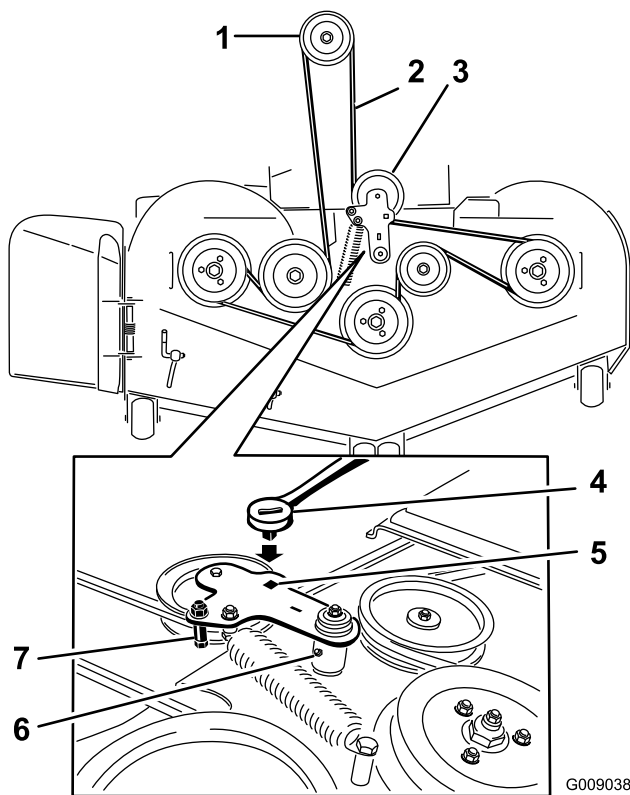

Figure 74
5. Insérez un rochet dans le trou carré du bras de la poulie de tension pour détendre le ressort de la poulie de tension (Figure 74).
7. Enlevez le guide-courroie situé sur le bras de la poulie de tension rappelé par ressort (Figure 74).
9. Acheminez la courroie neuve autour des poulies du tablier de coupe et de la poulie d'embrayage, sous le moteur (Figure 74).
- Montez le guide-courroie sur le bras de la poulie tension (Figure 74).
- Insérez le rochet dans le trou carré et montez le ressort de la poulie de tension (Figure 74).